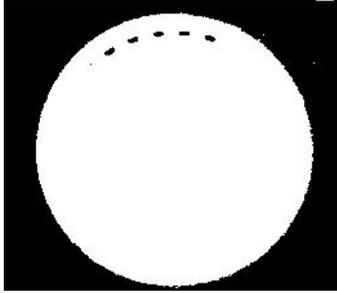

Fig. 3- 2. Imagen del giroscopio de una unidad de un solo pulso utilizando una frecuencia de 50 Hz.
- Por consiguiente una exposición de 0.1 s debe producir 5 manchas (ver fig. 3- 2).